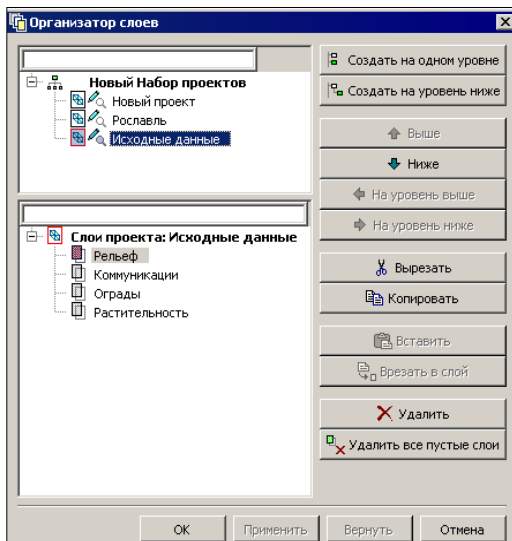

Рис. 3.15
Команды создания, удаления, копирования, вставки и врезки слоев, а также команды, позволяющие изменять структуру слоев в проекте, сосредоточены в диалоговом окне **Организатор слоев** (рис. 3.15), которое открывается одноименной командой . Причем работать можно со слоями всего набора проектов, т.е. со слоями любого проекта.
- Откройте диалог **Организатор слоев** (рис. 3.15).